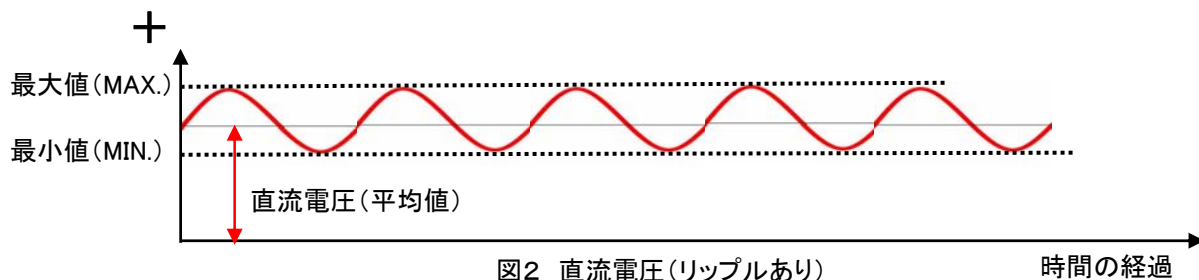

図2 直流電圧(リップルあり)
- ・図2は、“現実的な”直流電圧の様子で、脈流の成分があります。